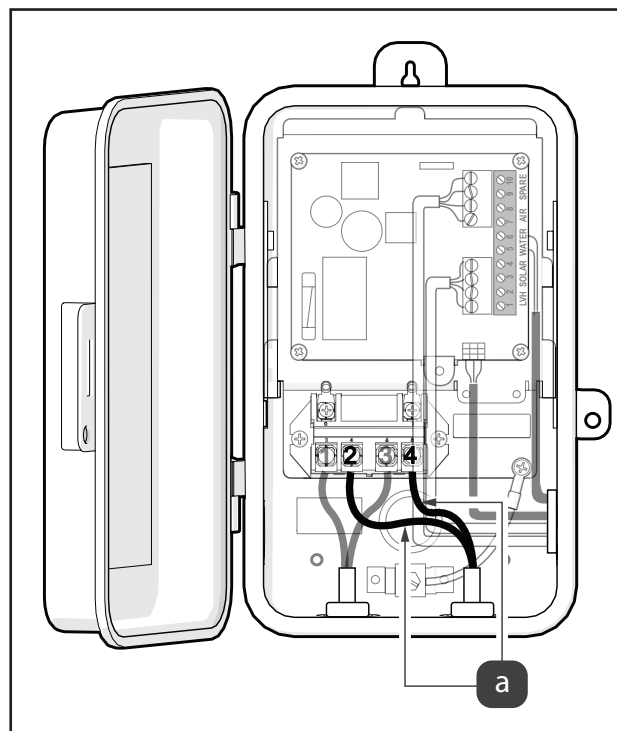

Figura 4. Conecte los cables de entrada de carga
9. Conecte una entrada de “carga” en el terminal 2 y otro en el terminal 4; consulte la Figura 4 (a).